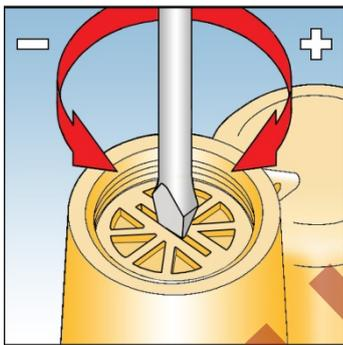

Fig. 10
33. Desrosqueie totalmente e remova o tampa, Veja Fig. 10.